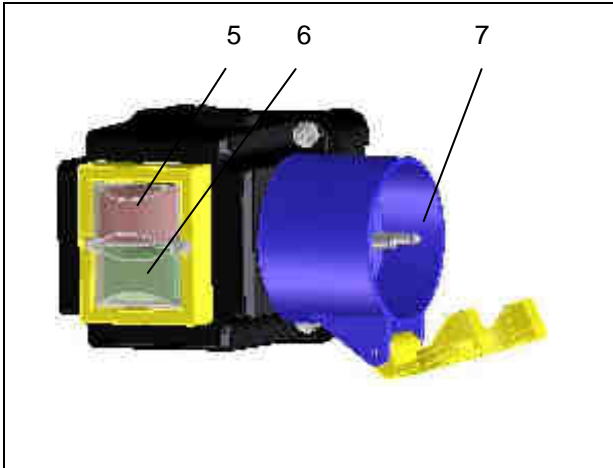

Bild 4: Netzanschluss und Bedienelemente
1. Den Stecker der Netzzuleitung in den geräteseitigen Netzanschluss (→Bild 4, [7]) stecken.
2. Die grüne EIN-Taste (→Bild 4, [6]) drücken.
1. Die rote AUS-Taste (→Bild 4, [5]) drücken.
3. Den Netzstecker aus dem Netzanschluss (→Bild 4, [7]) des Häckslers ziehen!
5. Netzkabel wieder in den Netzanschluss (→Bild 4, [7]) des Häckslers stecken.
6. Die grüne EIN-Taste (→Bild 4, [6]) drücken.
2. Die rote AUS-Taste (→Bild 4, [5]) drücken.
4. Den Netzstecker aus dem Netzanschluss (→Bild 4, [7]) des Häckslers ziehen!